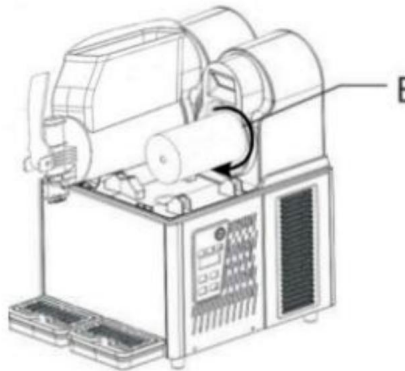

Fig. 14
Installer le joint (B), lubrifier toute la surface avec de la graisse comme indiqué par la flèche marques voir Fig. 14